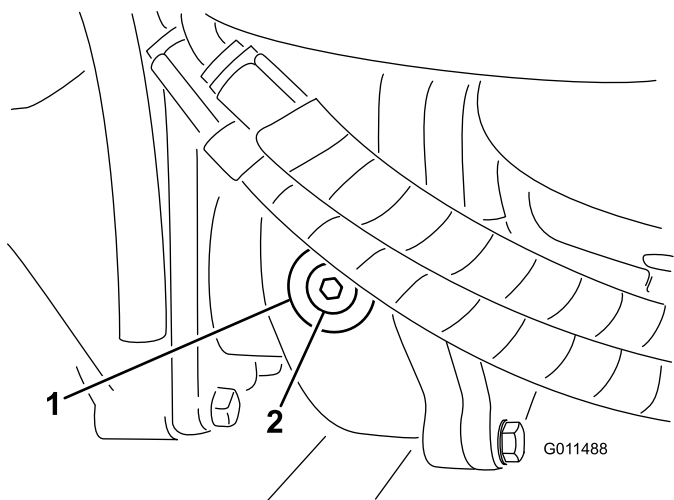

Figura 71
2. Retire o tampão de verificação/enchimento que se encontra na zona esquerda da caixa de engrenagens (Figura 71) e certifique-se de que existe lubrificante até ao fundo do orifício. Se o nível estiver baixo, junte lubrificante suficiente para o nível subir até ao fundo do orifício.